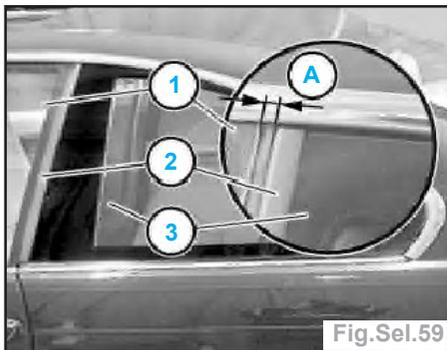

Fig.Sel.58
- Réglage idéal (fig.Sel.58) :